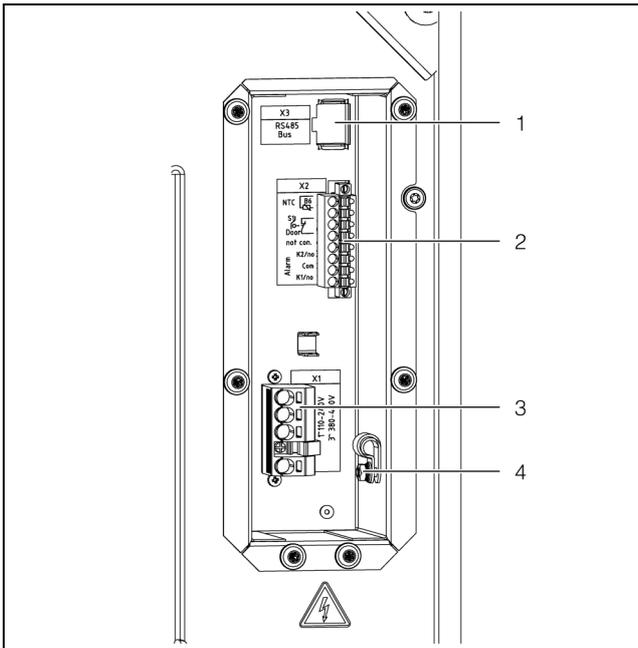

Abb. 34: Anschlüsse auf der Rückseite
- Der Schirm des Kabels kann innerhalb der Anschlussbox mit der Erdungsklemme zum Gehäuse kontaktiert werden (Abb. 34, Pos. 4).